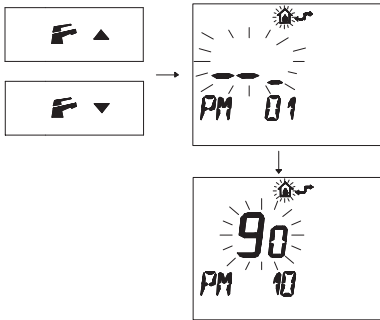

Figura 5.57
- Premere i pulsanti o per visualizzare la programmazione "PM10" selezione della frequenza di accensione (Figura 5.57).
Nella Figura 5.57 si visualizza un SET programmato di **90** corrispondente ad un tempo di riaccensione di 3 minuti circa.